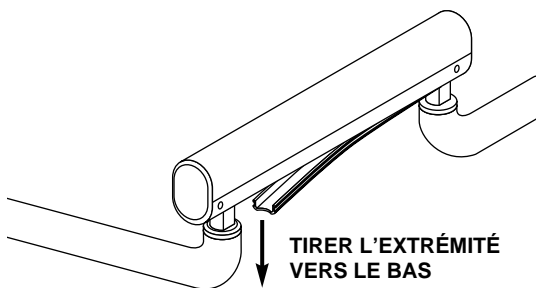

Figure 17. Cache du bras flexible
1. Retirer le cache en vinyle situé sous le bras (voir figure 17). Tirer délicatement les tubes et les câbles vers le côté.